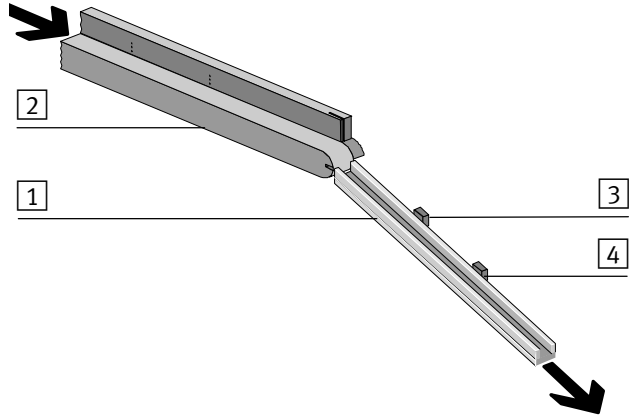

Bild 3/7: Staustrecken-Kontrolle mit Schaltverzögerung
Mit CheckKon kann die CHB-C-N wahlweise für den Betrieb mit einem oder zur Schaltverzögerung des Kleinteile-Förderers mit zwei Staurecken-Sensoren (Bild 3/7) konfiguriert werden: Menü [Ansicht] [Systemparameter]  $\diamond$  Transportsysteme  $\diamond$  Weiterführende Systeme  $\blacklozenge$  Anzahl Staurecken-Sensoren = 1 (2).